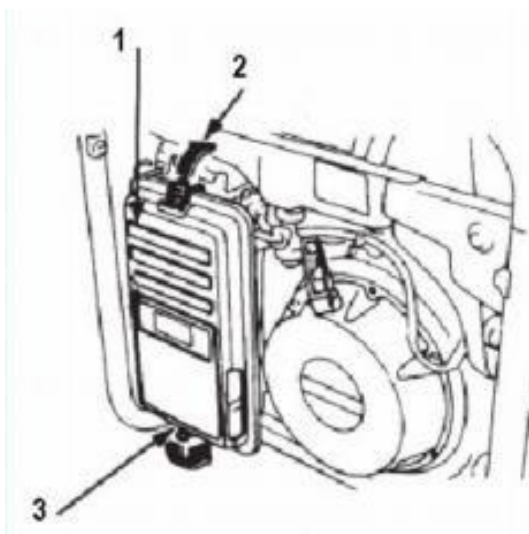
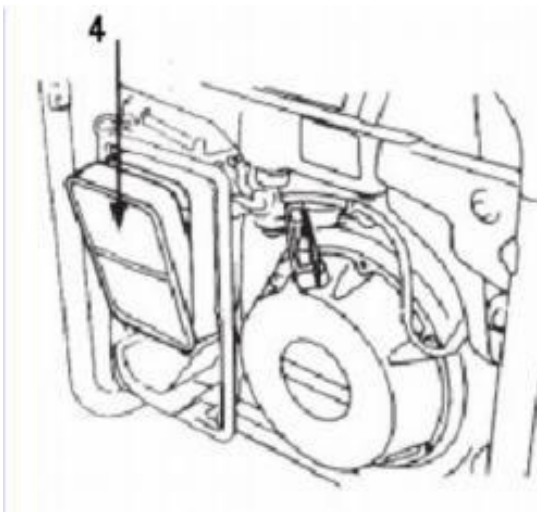

Рис.5 Снятие воздушного фильтра
Рис.6 Снятие фильтрующего элемента
8.7.1. Отстегнуть зажимы (2,3) крышки воздушного фильтра (1), см. рис.5 снять крышку и достать фильтрующий элемент (5), см. рис.6.